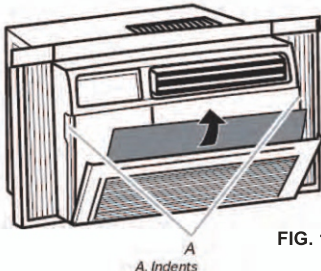

FIG. 15
1. Retire el filtro tirando hacia abajo de las lengüetas del compartimiento del filtro en la parte delantera del equipo. (Véase la Fig. 15).